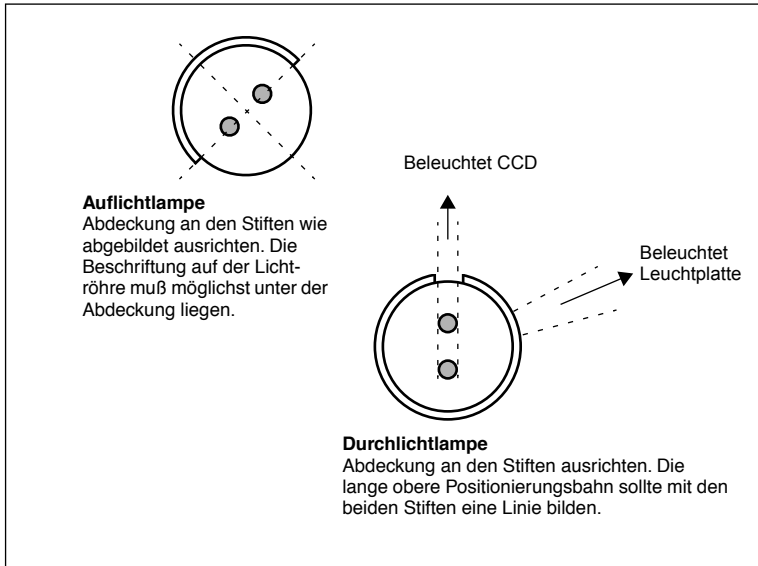

Abb. 8: Abdeckungsrichtung. Die relative Position der beiden Lampen, von der linken Scannerseite aus gesehen.
Manchmal kleben die Abdeckungen fest, wenn die Scanner ab Werk geliefert werden, aber wenn Sie eine Lichtröhre austauschen, haften sie nicht mehr, sondern sitzen nur noch ganz fest, damit sie nicht lose rutschen können. Man kann sie per Hand leicht drehen. Die korrekte Ausrichtung der Abdeckungen ist in Abbildung 8 dargestellt.
5. Setzen Sie eine neue Lampe ein, indem Sie genau umgekehrt wie beim Herausnehmen vorgehen. Achten Sie darauf, daß die Abdeckung korrekt am Scanner ausgerichtet ist (siehe Abbildung 8). Drehen Sie die Lampe fest bzw. justieren Sie gegebenenfalls die Abdeckung.